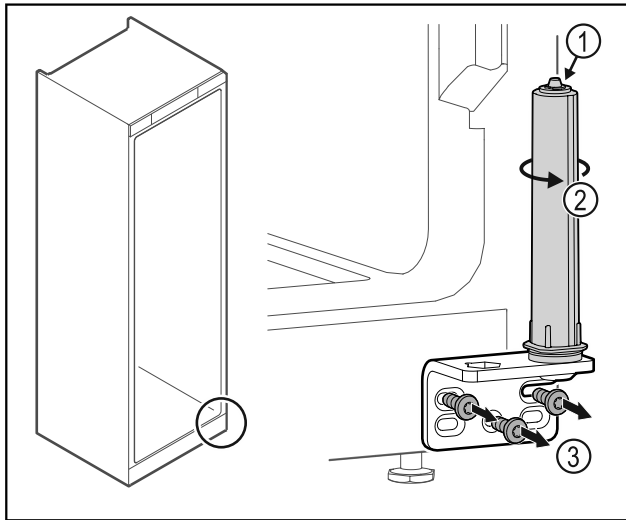

Fig. 34
- ▶ Dørlukkesystemet må ikke tas fra hverandre Fig. 34 (1).
- ▶ Drei på lukkesystemet Fig. 34 (2) til det sier klikk.
- ▶ Skru av hengselvinkelen Fig. 34 (3).